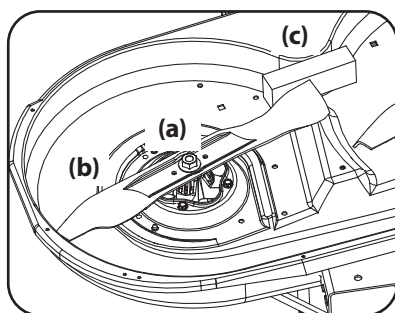

Figure 1
2. Utilisez une clé de 15/16 po pour retenir l'écrou sur le haut de la fusée, puis desserrez l'écrou hexagonal (a) qui fixe la lame (b) à la fusée. Pour desserrer plus facilement l'écrou hexagonal (a) qui fixe la lame, placez un petit bloc de bois (c) entre le plateau de coupe et le tranchant de la lame (b). Voir Figure 1.